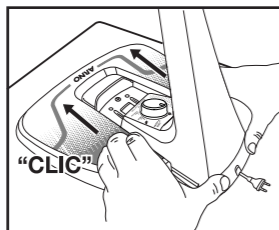

Figura 4
- Para montar, apoie a base em uma mesa segura. Com as duas mãos apoiadas na base, empurre a coluna para frente com os dois polegares até ouvir o "CLIC". (figura 4)